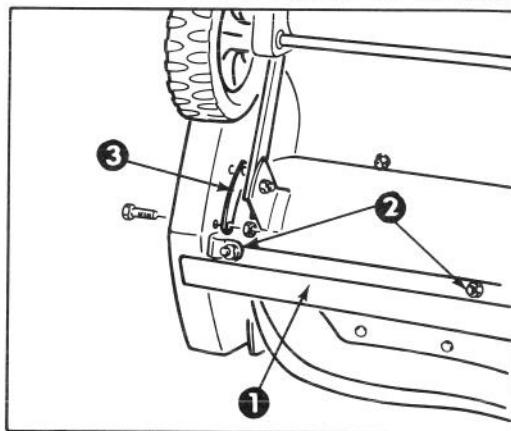

Figure 13
5. Faire basculer la déneigeuse sur son avant. Retirer les boulons de carrosserie et contre-écrous maintenant la lame racleuse (cf. fig. 13). Retirer la lame et le support de logement.
REEMPLACEMENT DE LA COURROIE D'ENTRAÎNEMENT (Fig. 13 et 14)
2. Enlevez les trois (3) vis autotaraudeuses, les deux (2) vis à tête, la rondelle et les deux (2) écrous (Fig. 13). Mettez de côté le couvre-courroie.